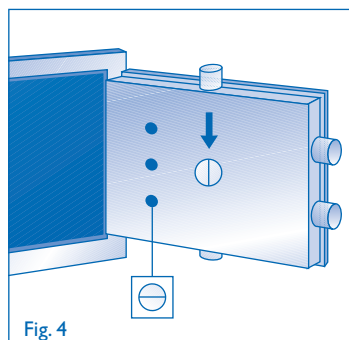

Fig. 4
- A) Sicherstellen daß die Schraube zum Kombinationswechsel so steht, daß ihr Schlitz in der Senkrechten zeigt. Andernfalls ist sie so zu verstellen (Abb. 4).
- A) Vérifier que la vis de changement de la combinaison soit avec l'incision en vertical, au cas contraire la tourner en cette position (Fig. 4).